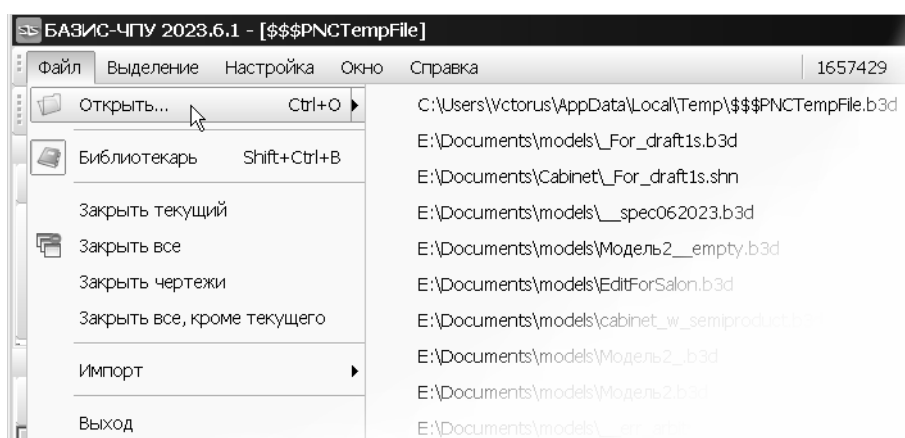

Рис. 2.
- ▼ Вызвать команду **Открыть...** (рис. 2).